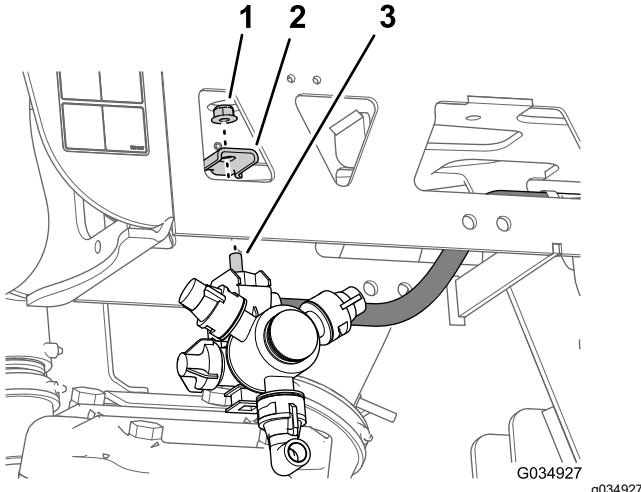

Рисунок 82
- Повторите пункты 2–7 для другого шланга подачи в сборе с соплом на другой наружной ферме (Рисунок 79 и Рисунок 82).
1. Вставьте болт с шестигранной головкой (5/16 x 3/4 дюйма) распылительного сопла в отверстие крепления сопла (Рисунок 82) и установите, не затягивая, сопло на крепление при помощи фланцевой контргайки (5/16 дюйма), снятой при выполнении пунктов